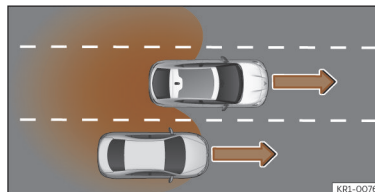

Abb. 136 Überholen auf der mittleren Spur und anschließender Wechsel auf die rechte Fahrbahn.
- Bei Überholung eines anderen Fahrzeugs >>> (**Abb. 136**) mit einer Geschwindigkeitsdifferenz von ca. 10 km/h (6 mph). Erfolgt die Überholung wesentlich schneller, erfolgt keine Anzeige.